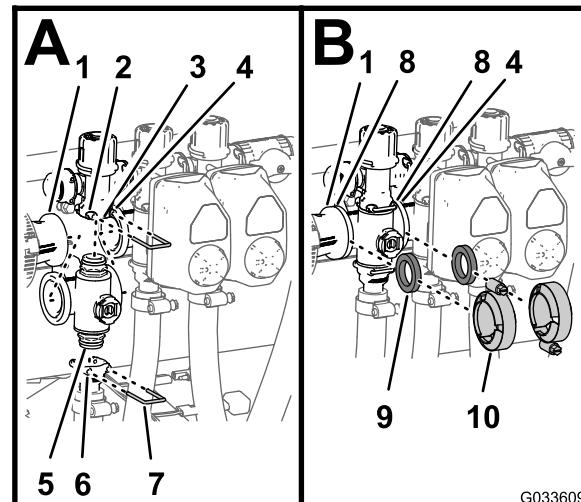

Figura 128
2. Fissate il raccordo del tappo terminale al raccordo di bypass inserendo un fermo nella presa del raccordo di bypass (Figura 128 A).
3. Montate il raccordo di uscita sul raccordo del tappo terminale inferiore della valvola del collettore (Figura 128 A).
1. Inserite il raccordo del tappo terminale superiore della valvola del collettore nel raccordo di bypass (Figura 128 A).